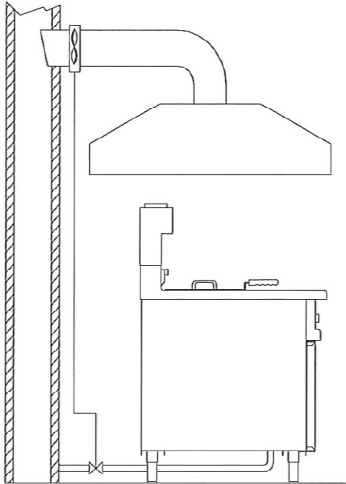

Abb. 4
- das Endstück des Abzuges des Gerätes muss innerhalb der Grundeinzugsgrenze der Abzugshaube eingesetzt werden (**Abb.4**).